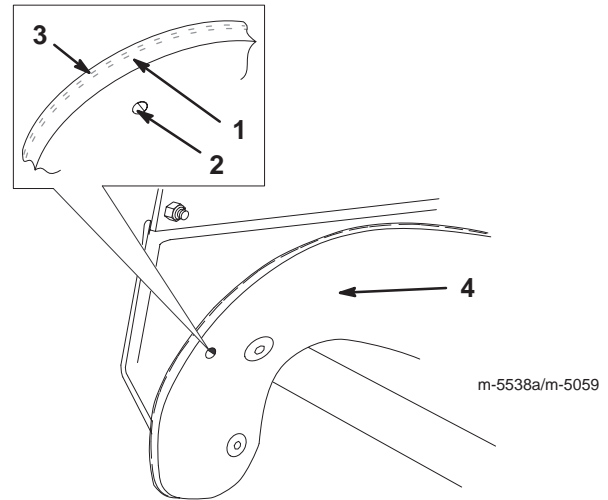

Bild 21
1. Untersuchen Sie die Kante des neuen Rotorblatts auf einen Unterschied in der Gummischichtstärke (Bild 21).
Montieren Sie das neue Rotorblatt mit der dicken Gummiseite an der *Innenseite* der gekrümmten Oberfläche (Bild 21). Wenn die Rotorblätter nicht richtig angebracht werden, verschleifen sie schneller.
3. Befestigen Sie das neue Rotorblatt mit den beiden Sechskantschrauben und den beiden Sicherungsmuttern, die Sie zuvor abgenommen haben, an den Rotorhälften. Positionieren Sie die Schraubenköpfe an der dicken Gummiseite des Rotorblatts (Bild 21).
4. Biegen Sie das neue Rotorblatt und sichern Sie es mit den zuvor abgeschraubten Torx-Schrauben und Sicherungsmuttern ab, wobei Sie die Schraubenköpfe an der dicken Gummiseite des Rotorblatts positionieren (Bild 21).